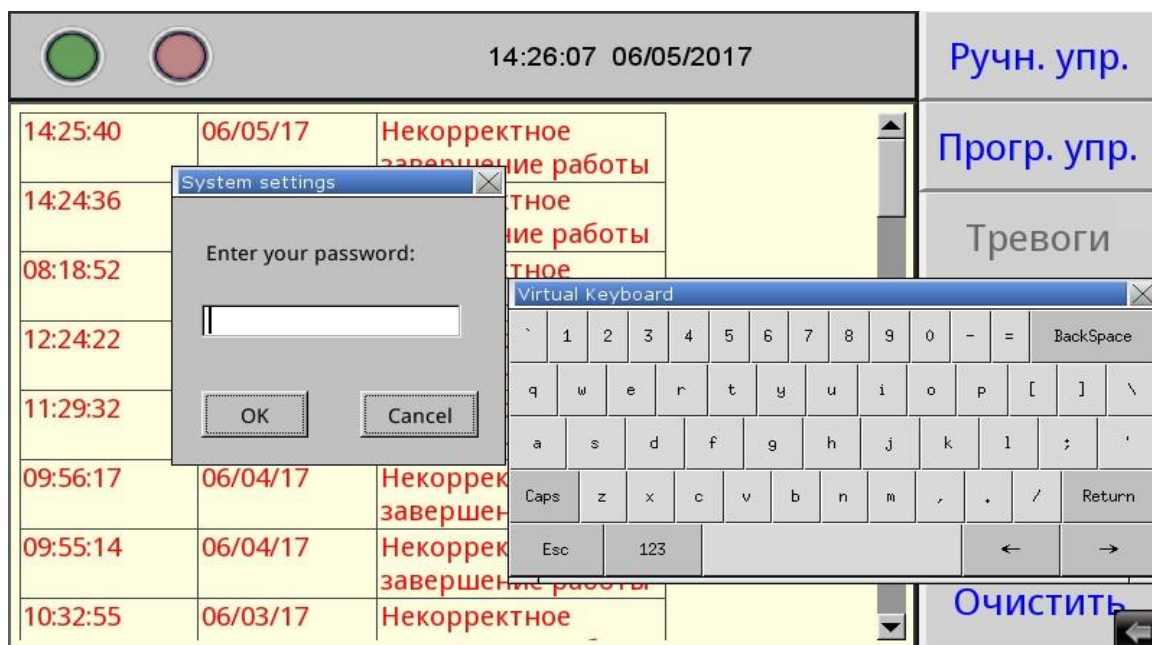

Рисунок 1 – Окно доступа к системным настройкам
2. Войти в меню системных настроек контроллера с помощью кнопки со стрелкой, расположенной в правом нижнем углу экрана. При нажатии на данную кнопку будет отображено окно с требованием ввести пароль (см. рисунок 1). С помощью клавиатуры, изображенной в правой части рисунка 1 необходимо ввести «111111».